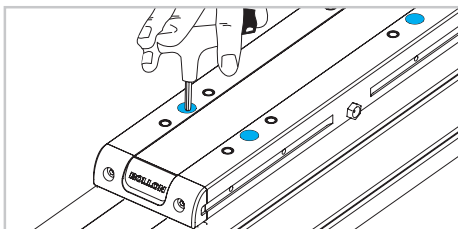

Abb. 6
- 6) Lösen und entfernen Sie die vier Schrauben, mit denen das innere Teil des Laufwagens befestigt ist (Abb. 6).